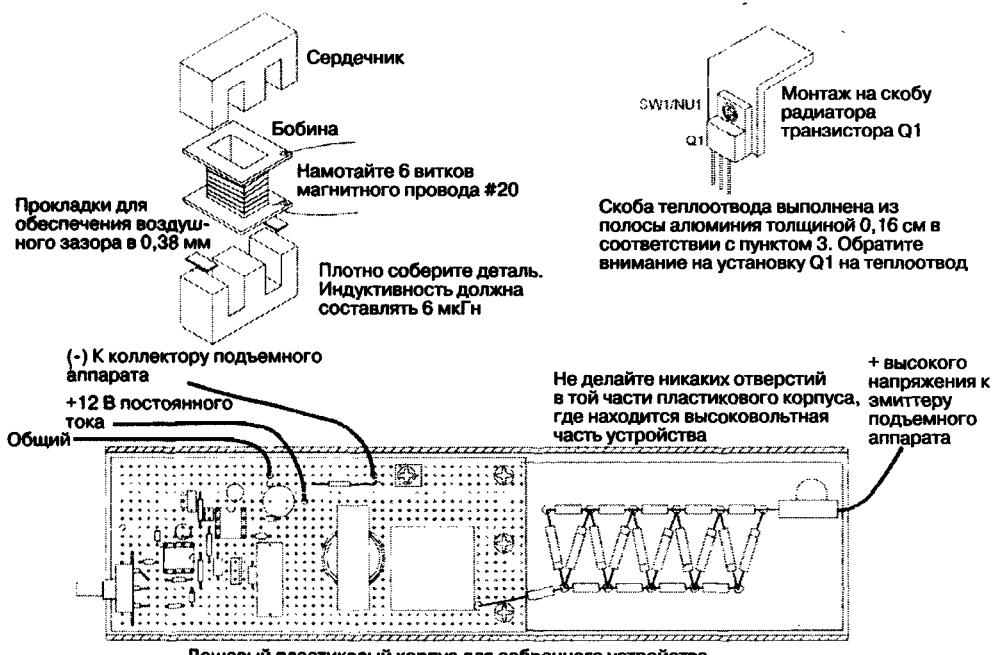

Рис. 1.4. Вид для сборки токовой катушки индуктивности и скобы теплоотвода Q1
3. Изготовьте металлический теплоотвод для транзистора Q1 в виде скобы из пластины алюминия размером 3,8×1,9 см (1,5×0,75 дюйма), как показано на рис. 1.4.
4. Соберите катушку индуктивности L1 (см. рис. 1.4).